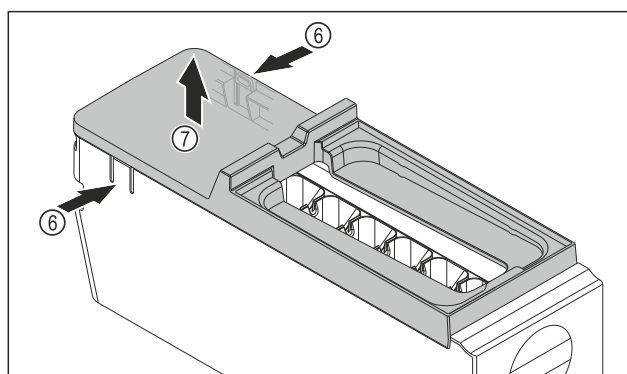

Fig. 113
- ▶ Rimuovere la copertura del corpo dell'EasyTwist-Ice: Con una mano, premere le linguette Fig. 113 (6) su entrambi i lati del corpo dell'EasyTwist-Ice.
- ▶ Con l'altra mano, estrarre verso l'alto la copertura Fig. 113 (7).